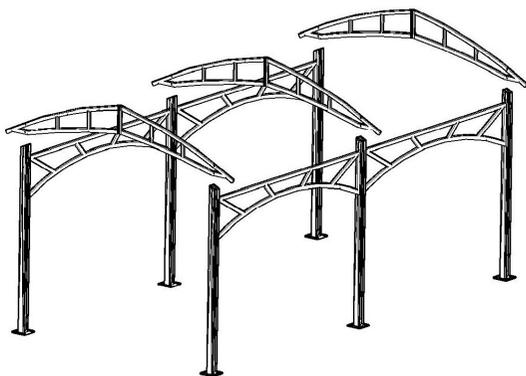

Рис. 11
4. Собранные узлы (стойки с боковыми сегментами) устанавливаем вертикально на предварительно выбранное место для монтажа автонавеса и соединяем между собой фермами (рис. 11). Фермы крепятся к стойкам болтами M10x100, гайками M10 и шайбами 10.